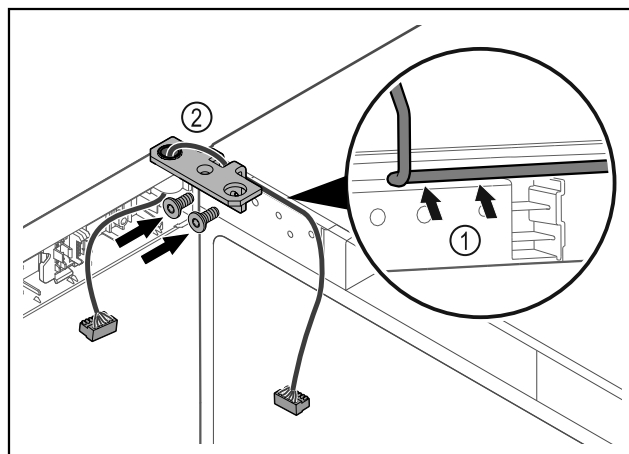

Fig. 46
- ▶ Ved'te kabel skrz vybrání úhelníku závěsu a opatrně jej položte Fig. 46 (1).
- ▶ Našroubujte úhelník závěsu Fig. 46 (2).